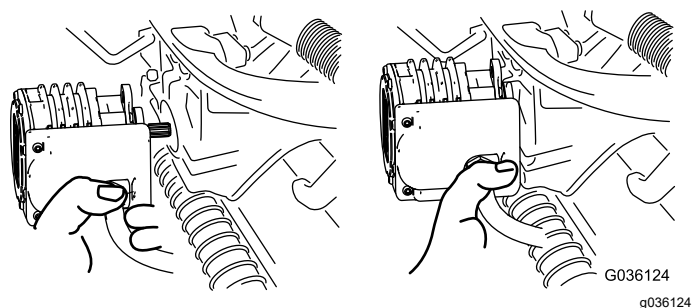

図 66
4. 外したモータは、サスペンションアームの前部にある一時保管位置にセットしておく **図 66**。